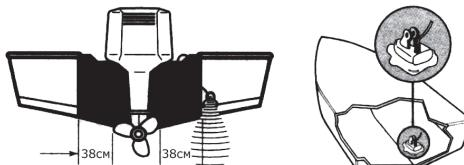

Рис. 1. Место крепления датчика на транце и внутри корпуса.
- Трубулентность также создается работой винта мотора. Постарайтесь найти место на расстоянии более 38 см (15") от лопастей винта (рис. 1).